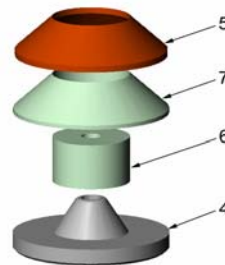

Figure 2
1.4 Installez une pastille interne (élément n° 6) sur chaque support (voir Figure 2).
1.5 Superposez la pastille externe (élément n° 7) sur chaque pastille interne avec le diamètre le plus grand tourné vers le bas (voir Figure 2).
1.6 Placez l'une des douilles (élément n° 5) sur chaque pile de pastilles (voir Figure 2).